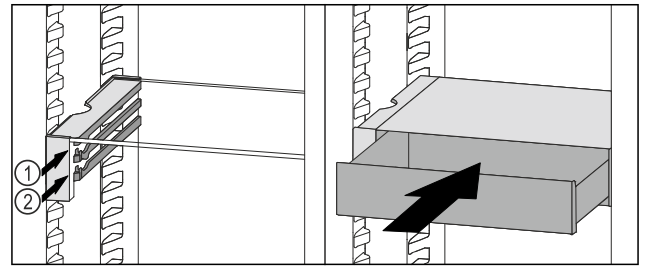

Fig. 129
- ▶ Așezați sertarul VarioSafe în spatele opritoarelor pe nervura dorită Fig. 129 (1) sau Fig. 129 (2).